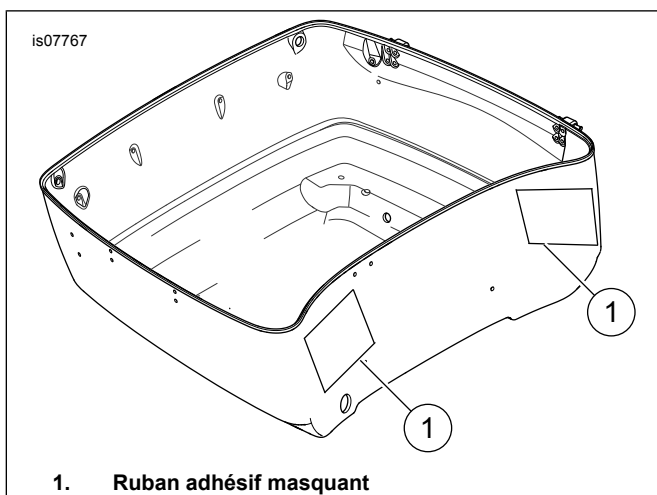

Figure 1. Emplacements de montage d'enceinte de haut-parleur
1. Voir Figure 1. Placer un ruban-cache sur les zones de montage de haut-parleur (1).